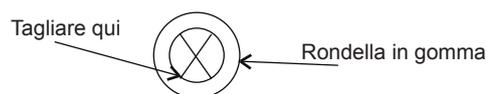

Fig.7.1 Rondella in gomma
- (1) Fare una croce al centro della rondella in gomma nel foro di collegamento del cavo, come mostra la Fig.7.1.
- (2) Collegare il cavo del controllo remoto opzionale o il cavo di estensione opzionale ai connettori che si trovano nel quadro elettrico, facendoli passare attraverso il foro di collegamento presente nel telaio.
- (3) Collegare i cavi di alimentazione e di terra ai morsetti del quadro elettrico.
- (4) Collegare i cavi tra l'unità interna e l'unità esterna ai morsetti del quadro elettrico.
- (5) Stringere saldamente i cavi utilizzando l'apposita fascetta nel quadro elettrico.
- (6) Tappare il foro con il materiale sigillante (con il coperchio) per evitare l'ingresso di acqua di condensa o insetti.